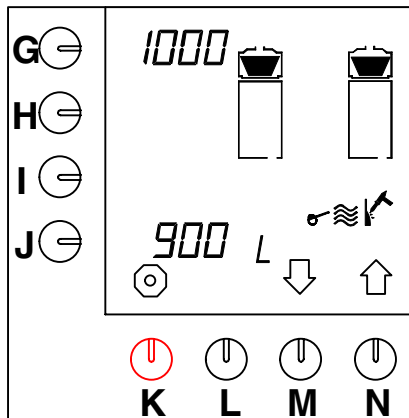

Abb. 26 Entkalkungszählwerk für das Kaffeebrühsystem
- Das Entkalkungszählwerk erscheint im Display (Abb.26 ).